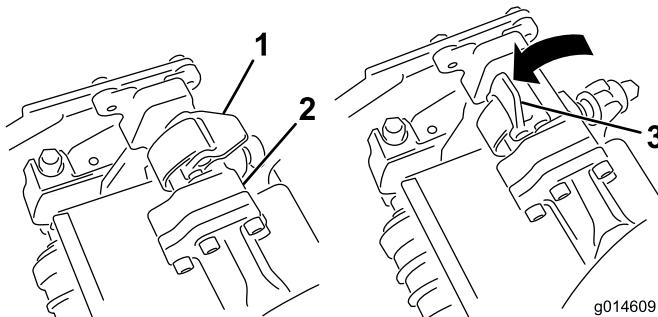
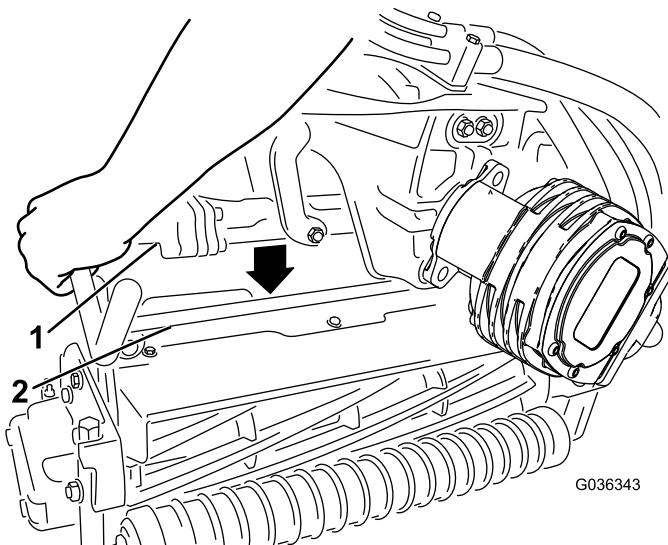

Figura 32
Figura 33
- 4. Com os fechos na barra do braço de suspensão a apontar para cima (i.e. abertos) (Figura 32), empurre o braço de suspensão para baixo de forma a que a barra passe pela barra através da parte superior da unidade de corte (Figura 33).
- 5. Feche os fechos para baixo e em redor da barra da unidade de corte e bloqueie-os no sítio (Figura 32).
- Abra os fechos na barra do braço de suspensão da unidade de corte que está a remover (Figura 32).